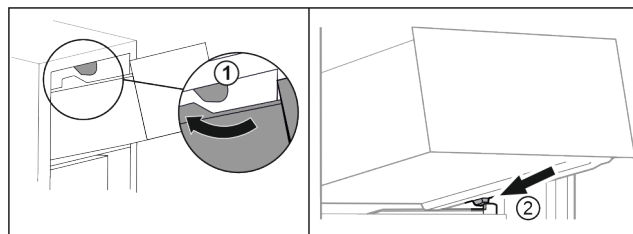

Fig. 72
- ▶ Ved'te zásuvku podél horních zářezek. Fig. 72 (1)
- ▶ Nasaďte zásuvku šikmo za dolní zářezky na žebrování na nádoby. Fig. 72 (2)